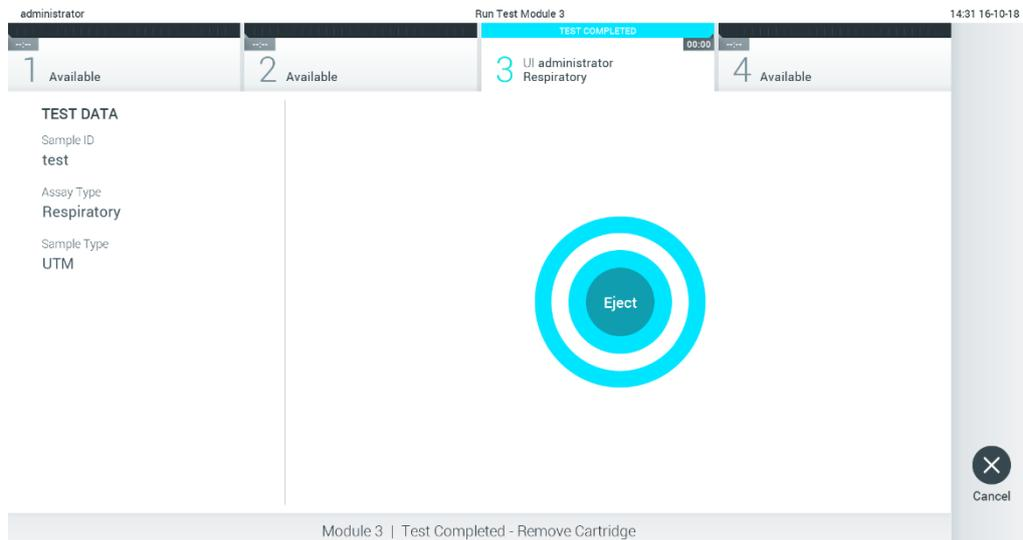

図 29. イジェクト画面表示。
10. 検査が完了すると、Eject（イジェクト）画面が表示されます（図 29）。タッチスクリーン上の  Eject（イジェクト）を押して、QIAstat-Dx assay cartridge を取り出し、国、州、地域の健康と安全に関するすべての法規制に従って、バイオハザード廃棄物として処分します。